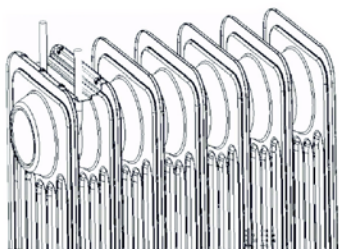
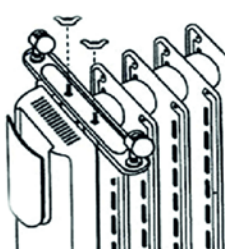
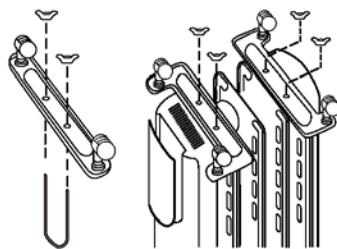

Рис.1
Рис.2
Рис.3
4. Установите два колеса и опорную планку на основания секций (рис.1, рис.2, рис.3 зависит от вида опорной планки и колес. Могут быть разные для разных моделей).